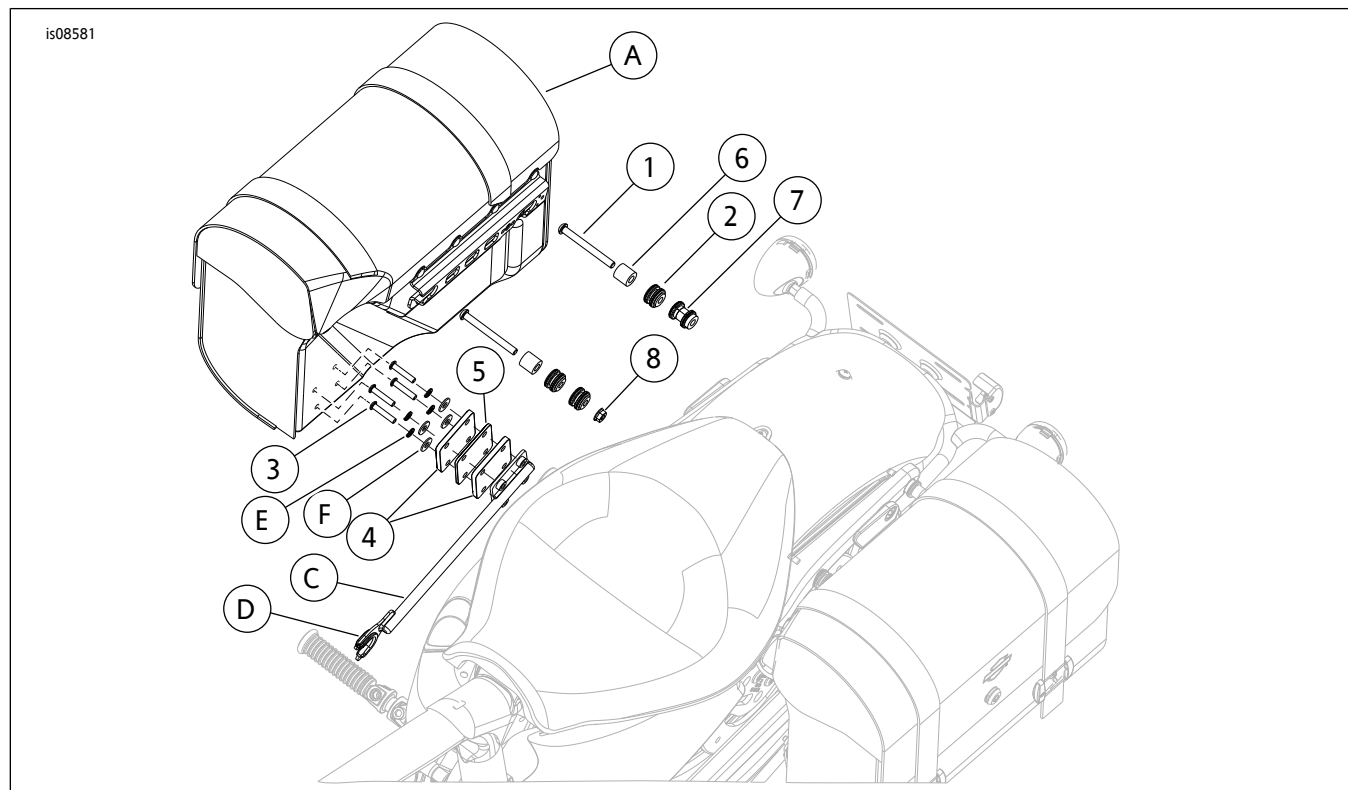

图3。维修零件：对接五金件
参见图3和表1。
8. 参见图3。从套件中取出四个螺丝(3)、两个隔板(4)(6.3毫米(1/4英寸)厚度)和一个隔板(5)(3.2毫米(1/8英寸)厚度)，并从边箱套件90201328中取出支撑臂(C)、四个锁紧垫圈(E)和四个平垫圈(F)。